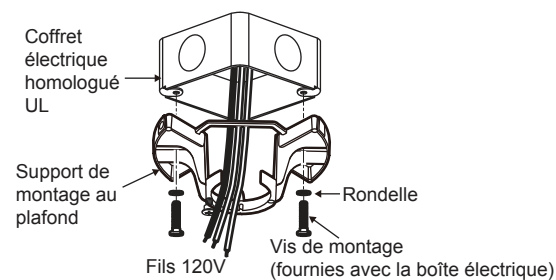

Fig. 6
Étape 3. Faites passer les fils 120 V d'alimentation de la boîte à prises du plafond par le centre du support de montage au plafond.(Fig. 6)
Étape 4. Fixez le support de montage au plafond à la boîte à prises en utilisant les vis et les rondelles fournies avec la boîte à prises.(Fig.6)